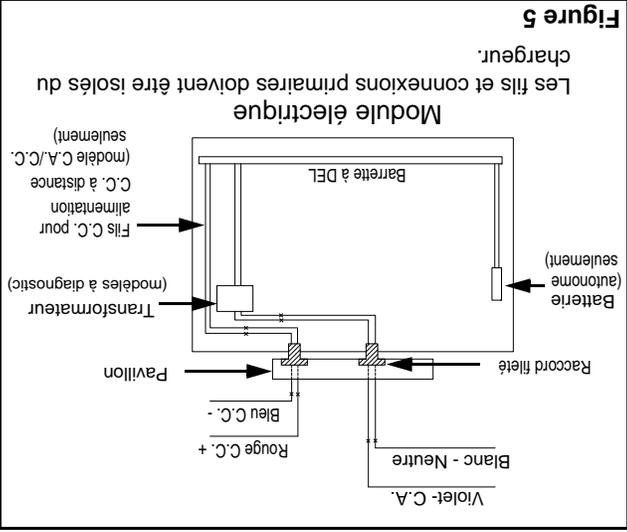

Figure 5
- Connexions électriques:** À l'aide du raccord fileté et fils C.A. (3 fils), connecter une extrémité aux conducteurs du transformateur, à l'intérieur du boîtier, puis l'autre extrémité à la ligne C.A. dans la boîte de jonction. Connecter le conducteur blanc au neutre et le conducteur violet à la C.A. (entrée universelle 110 à 347 V C.A.). (Voir Figure 5).